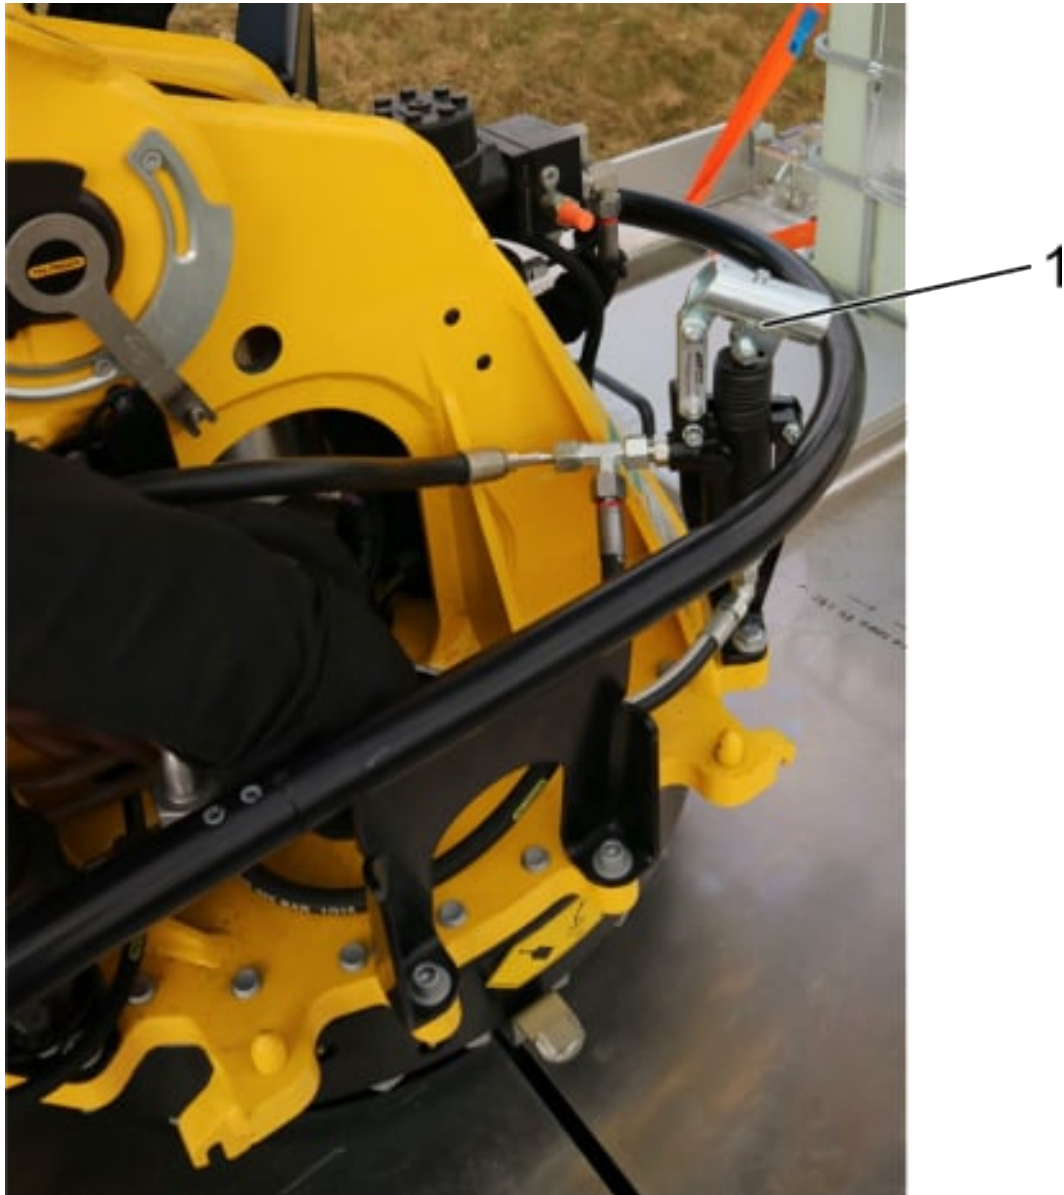

Abb. 13: Notpumpe
- Ein weiterer Betrieb der Geräte ist erst wieder erlaubt, wenn die Plombierung, siehe Abb. 13 (2), wieder hergestellt ist!